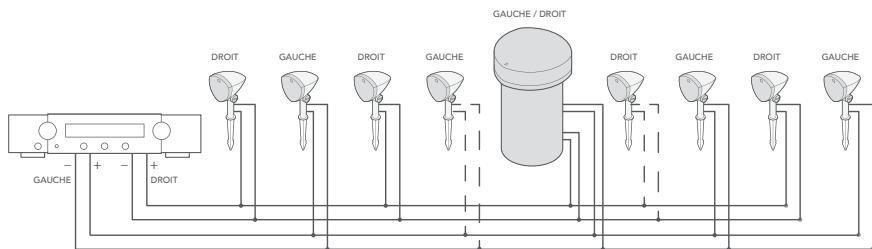

Figure 6
5. Faites passer le câble de l'enceinte dans la tranchée comme décrit dans les instructions de câblage à la section 6 « Installation des enceintes satellites » à la page suivante. Nous recommandons de laisser 380 à 400 mm (14 à 16 po) de câble supplémentaire afin que le câble ne se plie pas et ne se tireille pas lorsqu'il est recouvert de terre dans la tranchée. La figure 6 représente le câblage d'un système complet à l'aide d'un amplificateur stéréo.
1. Une fois toutes les satellites et le subwoofer correctement connectés, assurez-vous que l'amplificateur/récepteur est hors tension. Connectez les fils gauche/droite de l'enceinte aux bornes positive (+) et négative (-) correspondantes de l'amplificateur/récepteur (voir le schéma de câblage de l'amplificateur à la Figure 6).